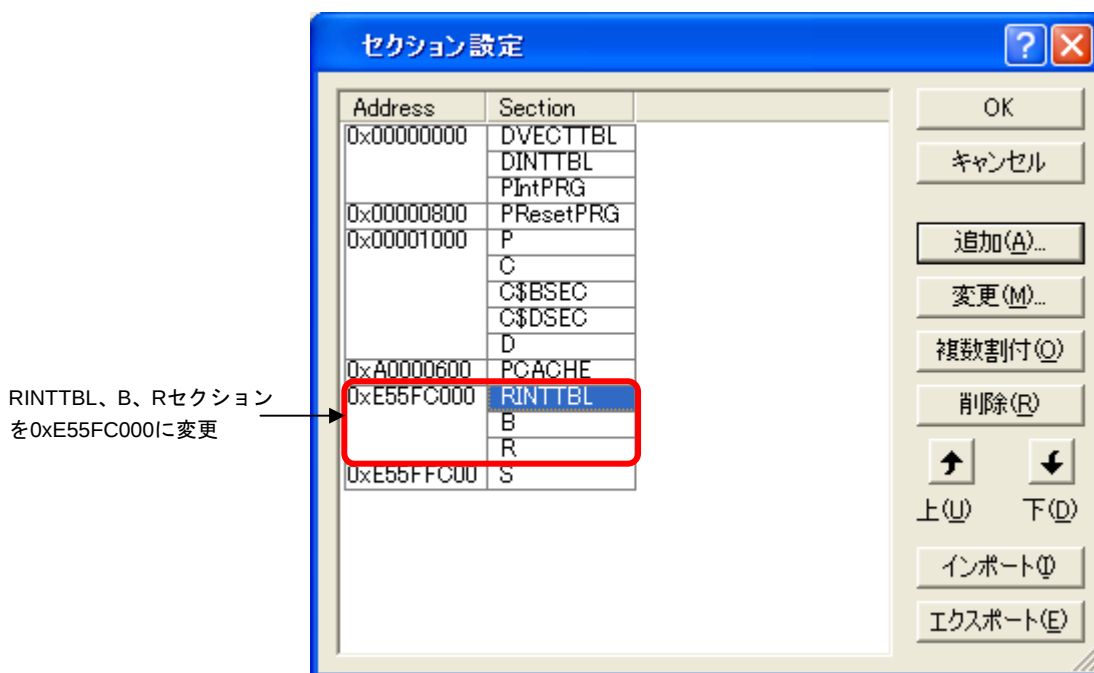

図 5.3.17 セクション変更①
- (1) [セクション設定]ダイアログボックスにて図 5.3.17に示すようにRINTTBLセクションを内蔵RAM領域に設定します。